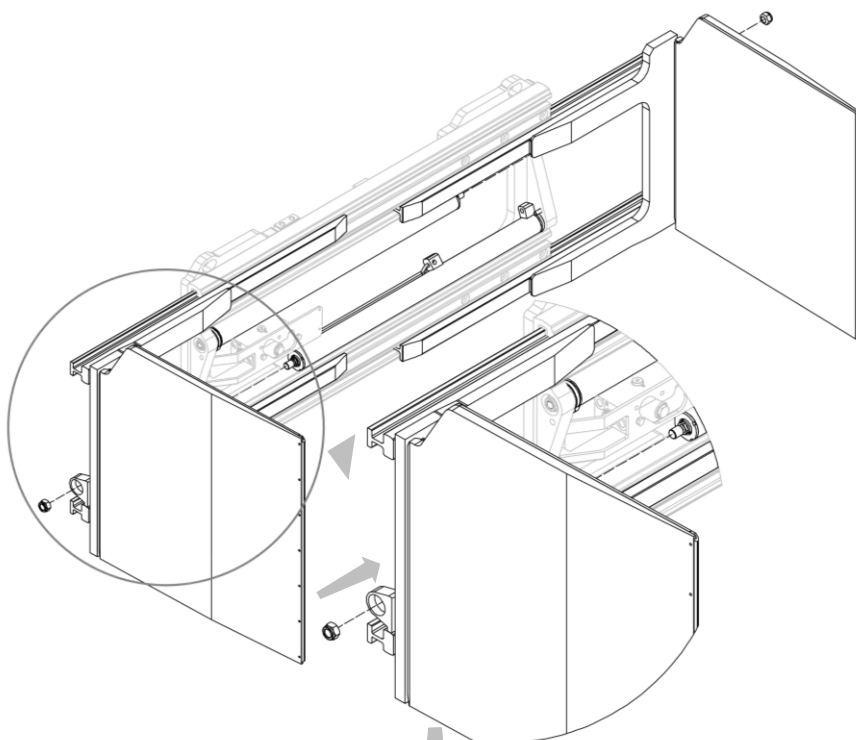
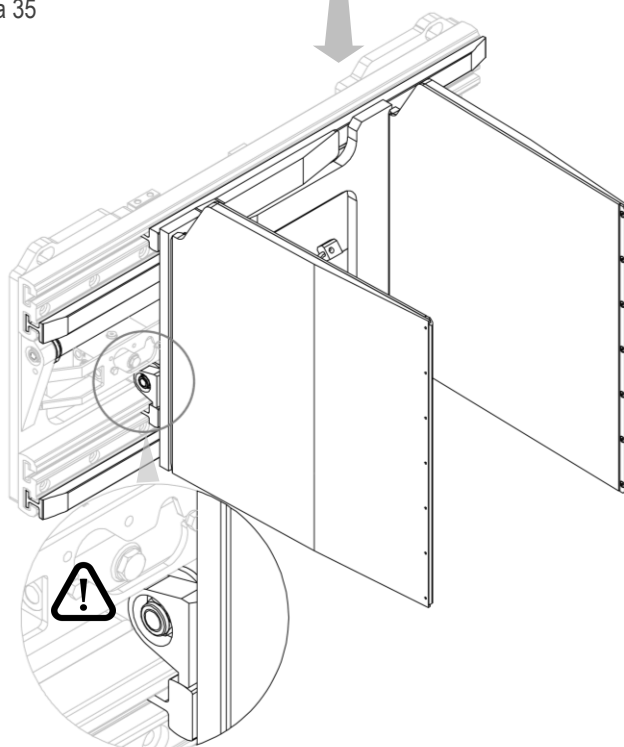

Figura 35
Figura 36
2. Inserire, una per volta, le forcelle nelle apposite sedi e serrare i relativi dadi che le vincolano ai cilindri (vedi *Figura 35* e *Figura 36*).